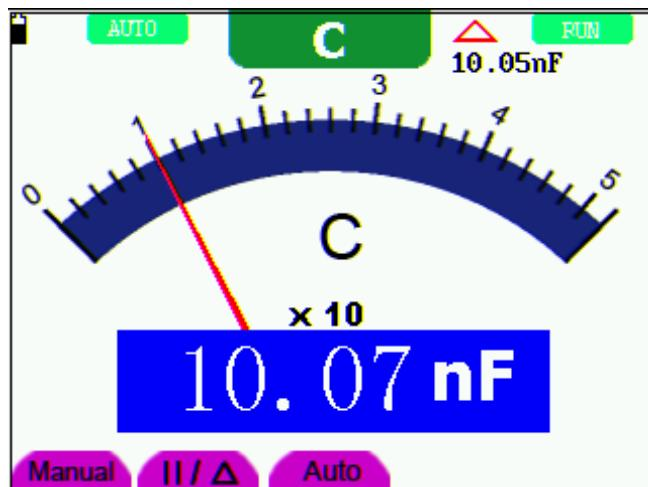

图 32：相对值测量界面
见图 32：
2. 在手动量程模式下，每按一次 **F1** 键，往上跳一档，到最高档后再按 **F1** 键则跳至最低档，依次循环。当前的量程指示可通过表针乘以倍率再乘以主读数窗口的单位获得。如图32所处的量程是 **40V** 。